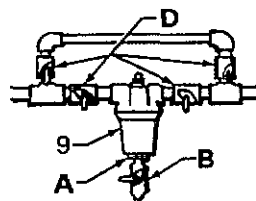

Fig 2
Montera filtret och rör med förbipassering som visas i fig 2. Filtret måste ha en bussning (A) och en avtappningskran (B) i filterhuset (9) för att avlasta färgtrycket och tappa av filtret innan filterhuset tas bort. Montera fyra avstängningsventiler (D), en på vardera sidan av filtrets in- och uttag, en i vardera in- och uttaget i förbiledningen, för att ställa om färgflödet och för att stänga av filtret under rengöringen.